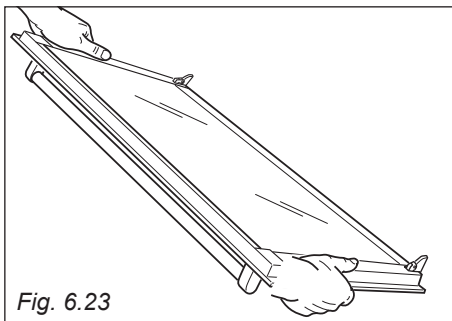

Fig. 6.23
1. Saisir solidement la porte (fig. 6.23).